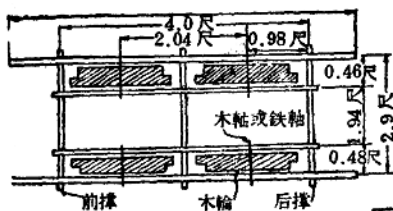
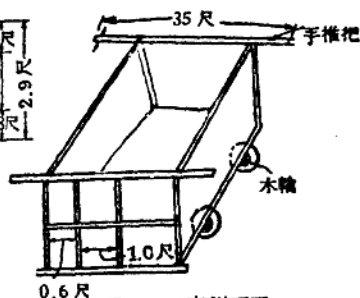

图3 斗車底平面圖
图4 斗車側面圖
1. 斗車底：長 6 市尺，寬 2.9 市尺，最好选用桑木、櫟木、黃棟、椿木等，前撐与后撐距 2.9 市尺，前后軸距为 2.04 市尺，下設置 4 个木輪(如图 3、图 4)。